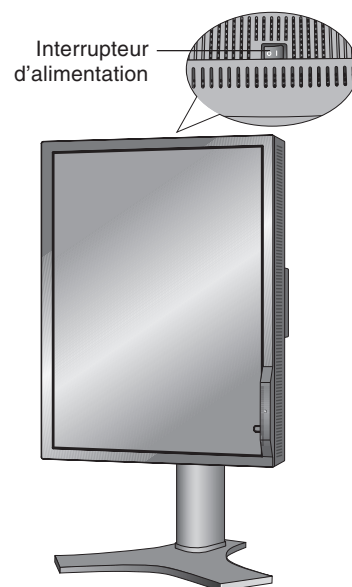

Figure E.1
10. Allumez le moniteur à l'aide de l'interrupteur situé sur le haut de l'écran (Portrait) ou du côté gauche (Paysage) (**Figure E.1**). Allumez l'ordinateur.